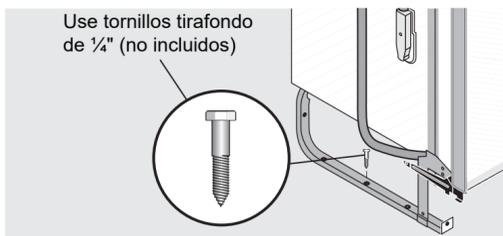

Figura 17
- Atornille los tornillos tirafondo de 1/4" (no incluidos) a través de los orificios de la barra del bastidor. Véase la figura 17.